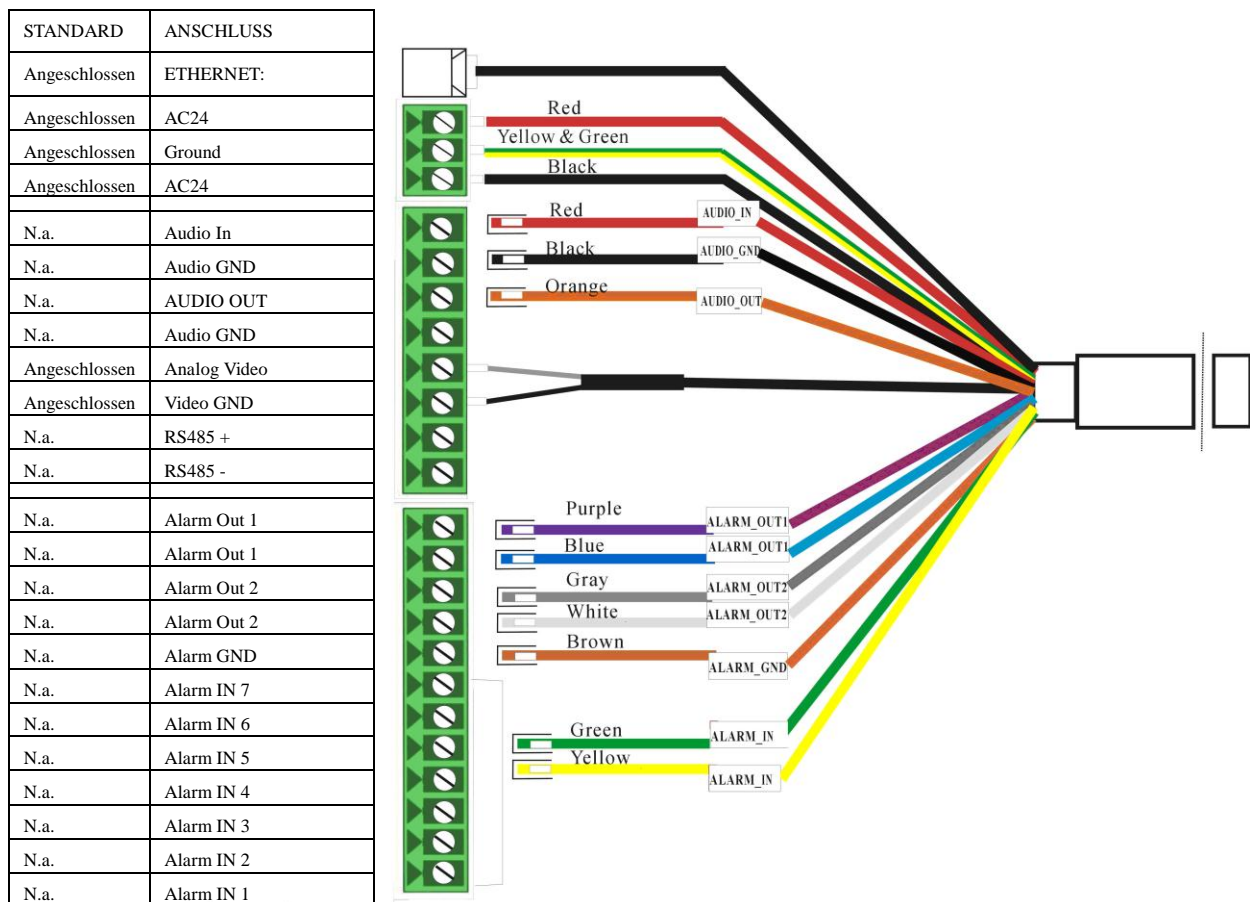

Abbildung 1.2.28 Audio- und Alarmkabelanschluss bei der Network Speed Dome-Kamera
- Öffnen Sie die obere Abdeckung der Speed Dome-Kamera, um die Audio- und Alarmanstschlüsse vorzunehmen. Zur besseren Unterscheidung sind die verschiedenen Kabel durch Farben und Beschriftungen gekennzeichnet. Abbildung 1.2.28 zeigt, die die Audio- und Alarmkabel an der Network Speed Dome-Kamera angeschlossen werden.